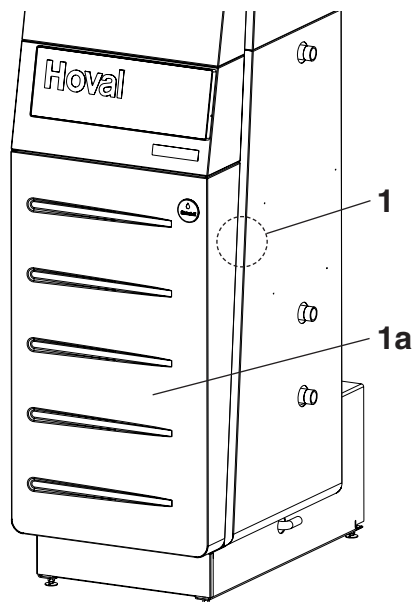
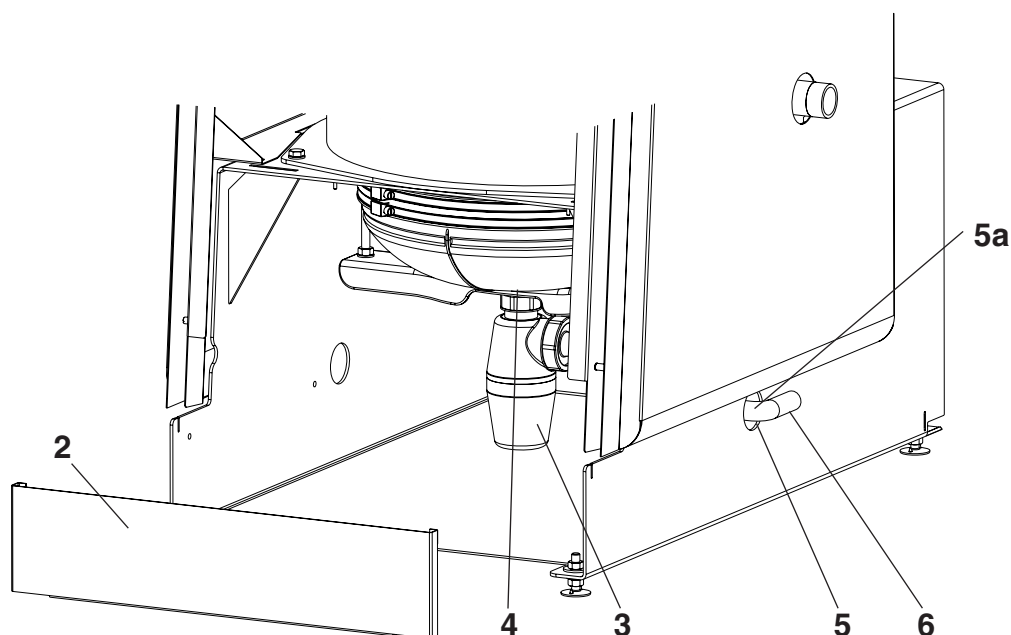

Fig. 13
Fig. 14
1. Rimuovere la calotta frontale (1a, fig. 13). Allentare i bulloni di sicurezza laterali (1) (circa $\frac{1}{4}$ di rotazione a sinistra ed estrarre fino ad arresto). Sollevare verso l'alto la calotta mantenendola dritta e sfilarla in avanti.
2. Rimuovere la lamiera dello zoccolo (2, fig. 14). Sollevare la lamiera dello zoccolo verso l'alto mantenendola dritta e sfilarla.
3. Avvitare il sifone (3) sulla vasca di raccolta condensato (4) e serrare bene (il collegamento deve avere una tenuta perfetta)!
4. Applicare lo scarico (5) nel sifone (3) e condurlo verso l'esterno mediante l'apertura (5a) (a scelta sul lato sinistro o destro).
5. Applicare la tubazione di raccordo (6) per lo scarico (tubo flessibile di 2m accluso alla caldaia).
6. Montare nuovamente la calotta frontale (1a, fig. 13) e la lamiera dello zoccolo (2, fig. 14).